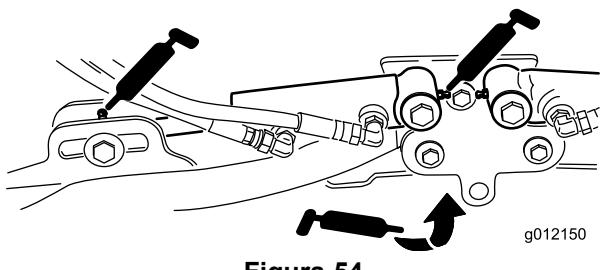

Figura 54
- Cilindri del braccio di sollevamento degli elementi di taglio (2 cad.) (Figura 54)
- Perni dei bracci di sollevamento (1 cad.) (Figura 54)